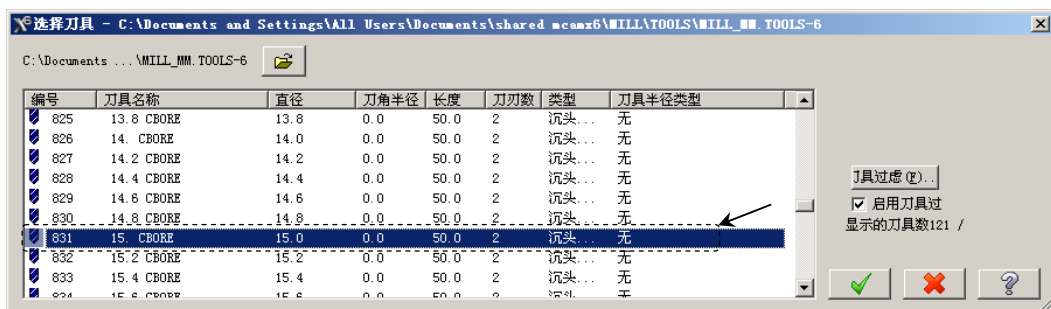

图 16.28 “选择刀具”对话框
Step5. 选择刀具。在“2D 刀具路径 - 钻孔/全圆铣削 深孔钻-无啄孔”对话框中单击 **选择刀具** 按钮，系统弹出“选择刀具”对话框，在该对话框的列表框中选择图 16.28 所示的刀具。单击 按钮，关闭“选择刀具”对话框，系统返回至“2D 刀具路径 - 钻孔/全圆铣削 深孔钻-无啄孔”对话框。